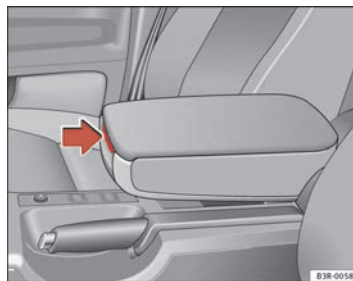

Fig. 115 Bracciolo tra il sedile del conducente e quello del passeggero
- Premere la leva di sbloccaggio ⇒ pag. 148, fig. 115.